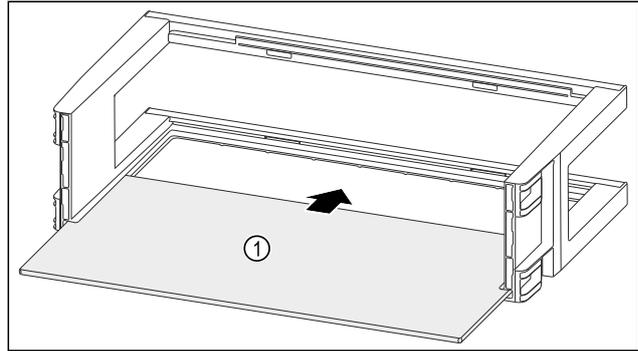

Fig. 118
- ▶ Abstellfläche Fig. 118 (1) in die seitlichen Einsparungen einschieben.